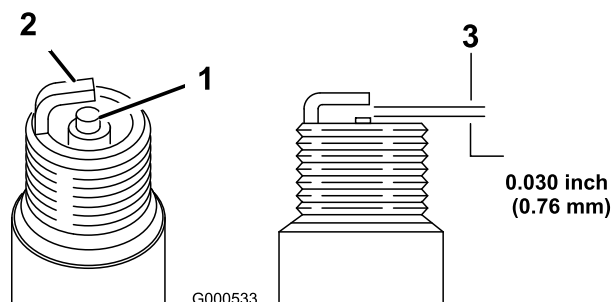

Figura 19
5. Regolate la distanza tra gli elettrodi della candela a 0,76 mm, come illustrato in Figura 19.